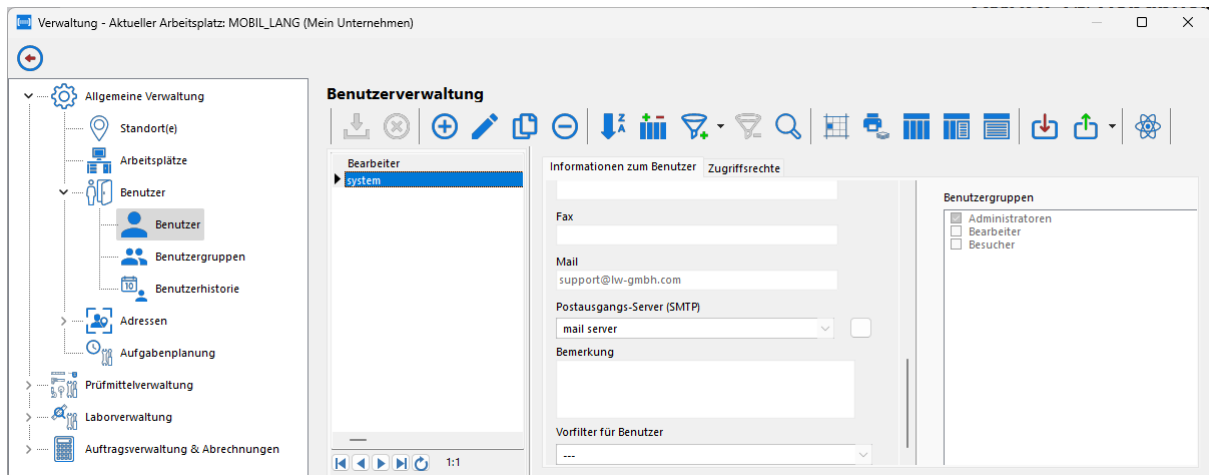

Abb. 4.3.2: Benutzer E-Mail Einstellung.
- die Absende-Adresse des Benutzers [Abb. 4.3.2]